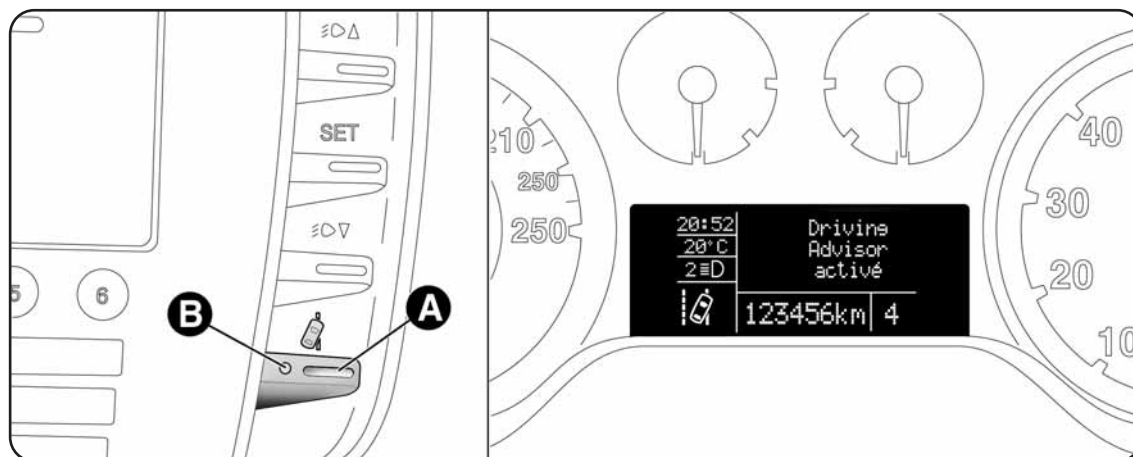
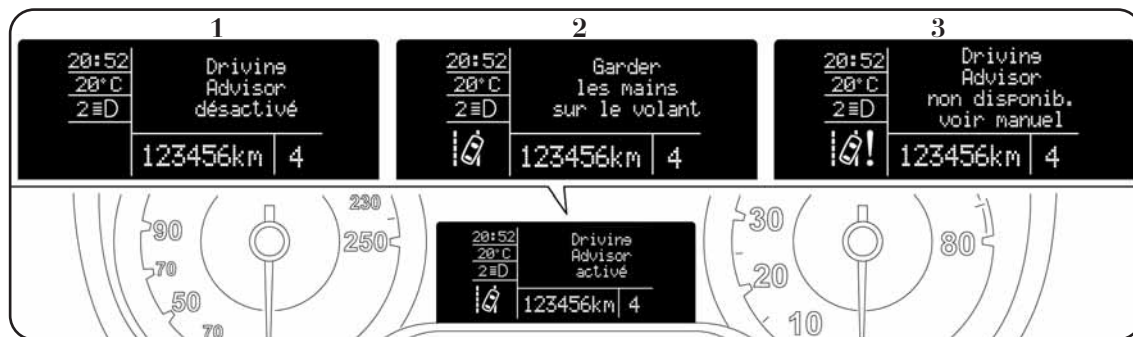

fig. 71
fig. 72
Le système n'est pas activé au démarrage du véhicule. Le système n'est activé qu'après avoir actionné le bouton A-fig. 71 sur la planche de bord. La confirmation de l'activation est attestée par l'éclairage de la DEL, située sur le bouton, et par un message dédié, sur l'écran du combiné de bord. Une fois activé, le système effectue la reconnaissance des conditions de fonctionnement opérationnelles, qui sont signalées au conducteur par le clignotement de la DEL située sur la touche et par le clignotement de l'icône , sur fond de couleur ambre, à l'écran du combiné de bord. Le système s'active lorsqu'il reconnaît les conditions opérationnelles. Il s'ensuit : l'extinction de l'icône  sur l'écran du combiné de bord et l'allumage de la DEL située sur le bouton.
Le système peut être éteint en actionnant le bouton A-fig. 71 situé sur la planche de bord. Quand le système est désactivé, la DEL sur le bouton s'éteint et le message 1-fig. 72 s'affiche à l'écran du combiné de bord.
Le système peut s'éteindre automatiquement (par conséquent pour l'utiliser, il faudra le réactiver). L'extinction automatique est signalée au conducteur par trois bips sonores consécutifs et par le message 1-fig. 72 affiché à l'écran du combiné de bord suite aux conditions suivantes :
- le conducteur ne maintient pas les mains sur le volant (le signal 2-fig. 72 s'affiche sur le combiné de bord et un signal sonore retentit jusqu'à ce que le conducteur remette les mains sur le volant ou, étant donnée la situation de danger, le système se désactive automatiquement) ;
ATTENTION Le système ne peut pas être activé si le conducteur a précédemment activé le mode de conduite sportive. L'impossibilité d'activer le système est signalée au conducteur par trois bips sonores consécutifs et par le message 1-fig. 72 à l'écran.
En cas de dysfonctionnement, le système signale au conducteur l'anomalie par le message 3-fig. 72 sur l'écran du combiné de bord et par un bip sonore.